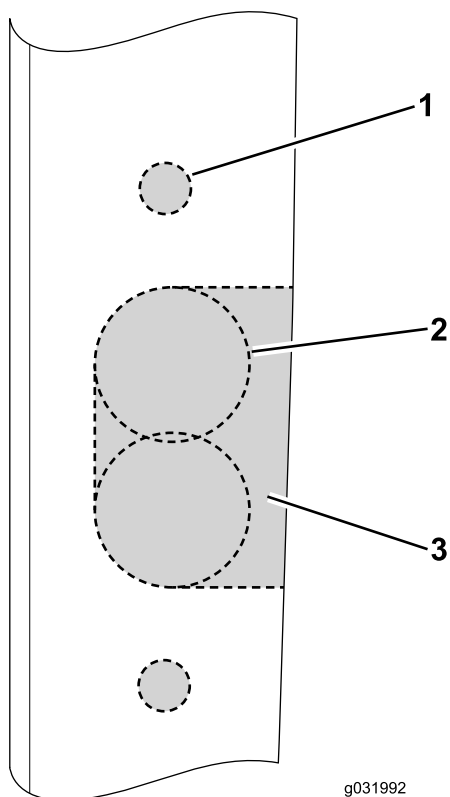

Figura 56
2. Perfore orificios de 9/32" para los pernos con arandela prensada (Figura 56).
3. Utilice una broca de corona de 1" para realizar los radios (Figura 56).